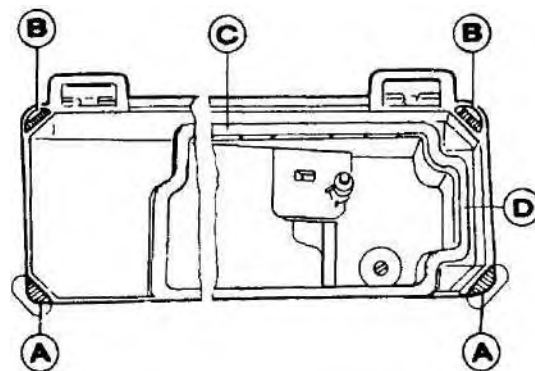

Рис. 1.
(рис. 1)
Зафиксируйте поддон в выемке стола, затем вставьте прокладку (А) и прокладку (В) по четырем углам поддона, как показано на рис. 1. Затем вставьте уплотнитель (С) и уплотнитель (D) в прорезь поддона, как показано на рис. 1, для того чтобы предотвратить попадание масла или на другого загрязнения на нить.